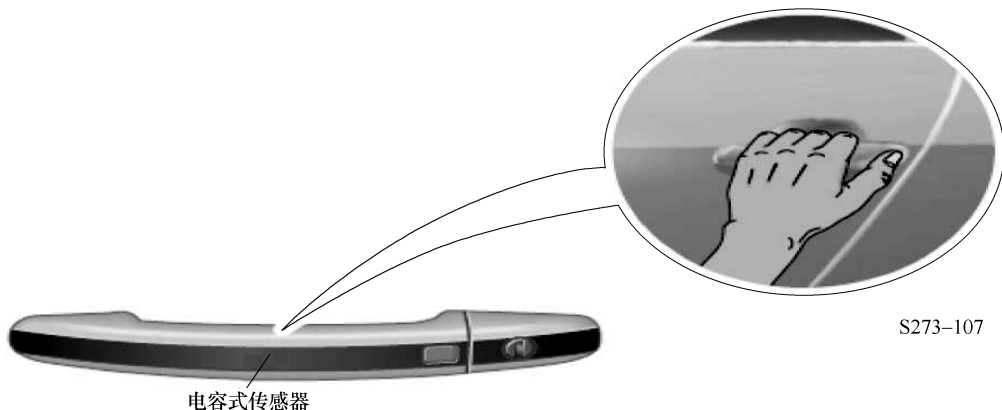

图 5-4-17 驾驶人侧和前排乘客侧接触传感器
③ 驾驶人侧和前排乘客侧接触传感器。如图 5-4-17 所示，当驾驶人手部靠近车门